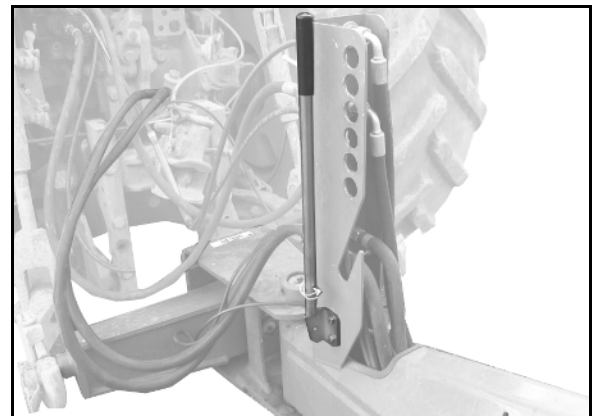

Bild 47
1. Flytta spaken från parkeringsläge (Bild 47).